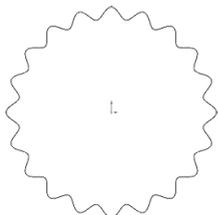

图5-22 创建下半部分的波浪线
- (6) 在命令按钮栏中单击“线性草图阵列”→“圆周草图阵列”按钮
- (7) 在“圆周阵列”属性管理器中将阵列的中心设为(0, 0)，将“总角度”设为360°，选择“等间距”复选框，将“阵列个数”设为2。
- (8) 单击“确定”按钮，用阵列方法创建下半部分的波浪线，如图5-22所示。